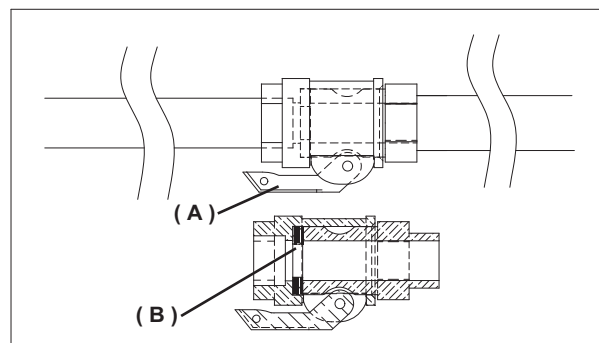

FIG.6a
Après avoir positionné la machine, préparer un seau avec une quantité égale à environ 10 l. de coulis. Verser le coulis dans la trémie de la machine ou, en cas de produits colorants, directement dans la tuyauterie de la machine avant de la brancher. Dans ce dernier cas, verser dans la trémie 10 l environ de produit coloré. Prendre les tubes du matériau, contrôler s'ils sont en bon état, si les raccords sont intacts et les joints correspondants sont présents, les connecter au collecteur de refoulement et à la lance de vaporisation. Contrôler que les leviers à cames (A) des raccords sont correctement serrés et que le joint (B) est présent comme sur la fig.6a